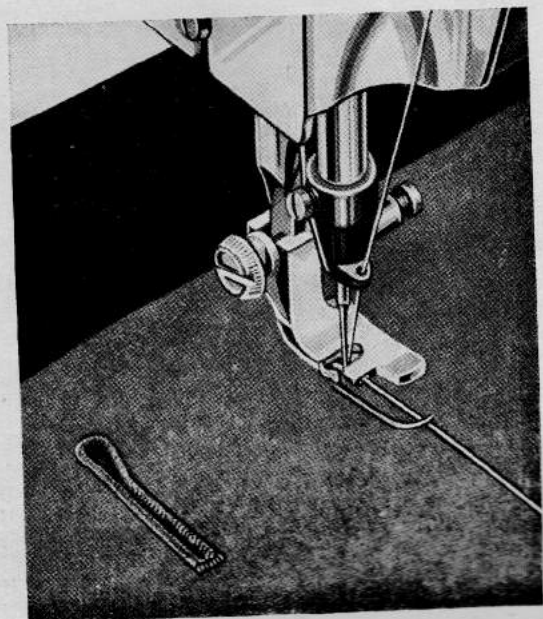
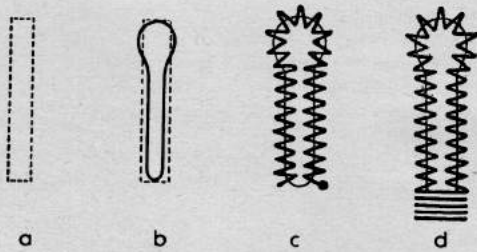

Bild 71
Bild 72
- a) Umnähen des angezeichneten Knopfloches mit linkem Steppstich bei Normalspannung (Bild 72 a).
b) Einschnneiden des Augenknopfloches (Bild 72 b) mit der Knopflochzange.
Der Knopf E (siehe Bild 16) der Skala G₁ wird auf links gestellt und der Griff F der Skala G auf 2 bis 3 mm. Nun wird die Anschlagsschraube H entsprechend eingestellt, danach der Griff F auf die Breite des Riegels, auf 4 mm, gestellt und die Anschlagsschraube J eingeschraubt. Man fädle die Gimpe in die Gimpenführung des Nähfußes ein (Bild 71) und nähe am Rande des eingeschnittenen Knopfloches mit linkem Anschlag und 1½ mm Zickzackstich entlang (Bild 72 c).
den Riegel (Bild 72 d). Danach führt man eine Vierteldrehung nach links aus und stellt den Griff F der Skala G (Bild 16) auf 1½ und überzieht mit feinem Zickzackstich den Riegel nochmals. Zum Schluß dreht man den Griff F so, daß die Bohrung L senkrecht steht (Bild 16), stellt den Griff F auf 0 und vernäht mit 3 bis 4 Steppstichen.